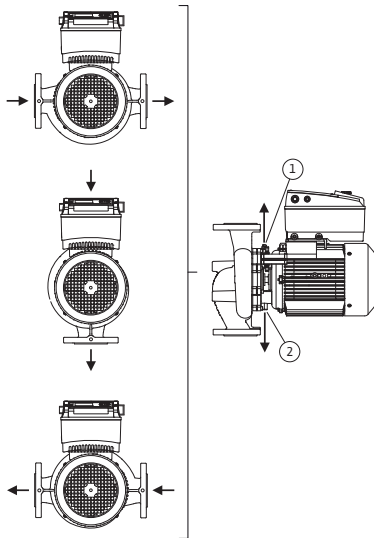

Fig. 18: Godkjente monteringsposisjoner med horisontal motoraksel
De godkjente monteringsposisjonene med horisontal motoraksel og elektronikkmodulen oppover (0°) er fremstilt i fig. 18. De godkjente monteringsposisjonene med elektronikkmodul montert på siden (+/- 90°) er ikke avbildet. Alle monteringsposisjoner med unntak av «Elektronikkmodul nedover» (-180°) er tillatt. Lufting av pumpen er bare garantert hvis lufterventilen peker oppover (fig. 18, pos. 1). Bare i denne posisjonen (0°) kan oppsamlet kondens føres målrettet bort via en tilgjengelig boring, pumpelaterne samt motor (fig. 18, pos. 2).
- Ved horisontal motoraksel må kondenshullene posisjoneres på undersiden (fig. 18, pos. 2). Ellers må motoren dreies til respektiv posisjon.